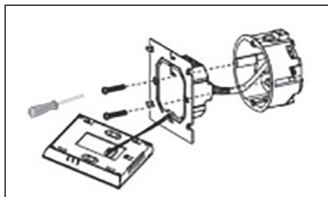

Рис. 6
**6.3.2.** С помощью двух винтов прикрепите монтажную пластину к монтажной коробке (рис. 6).